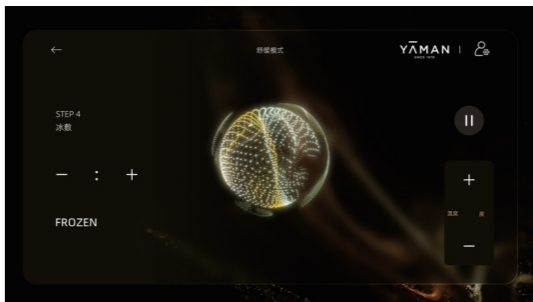

图5-9：舒缓模式-冰镇手柄页面
④冰敷手柄+水凝臻护精华冻膜，护理时长默认10分钟，可调节至最大时长30分钟（如图5-9）。